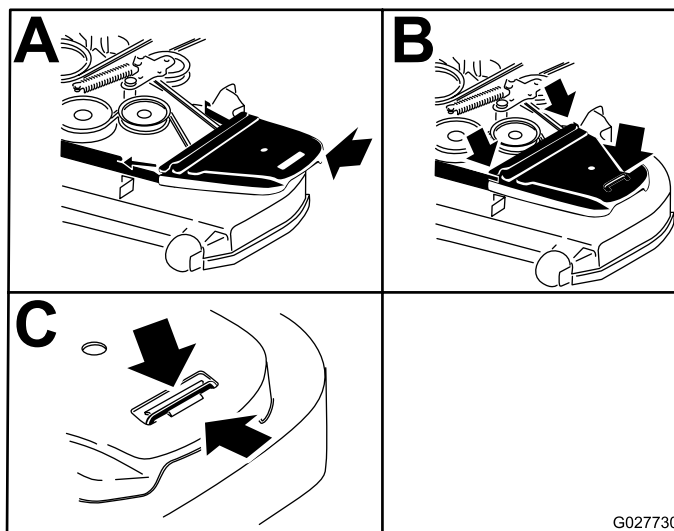

Figura 85
12. Instale las cubiertas de la correa (Figura 85).
La tuerca con arandela prensada puede ajustarse para obtener la resistencia deseada en las palancas de control de movimiento al moverlas a la posición de BLOQUEO/PUNTO MUERTO. Consulte las opciones de ajuste en Figura 85.